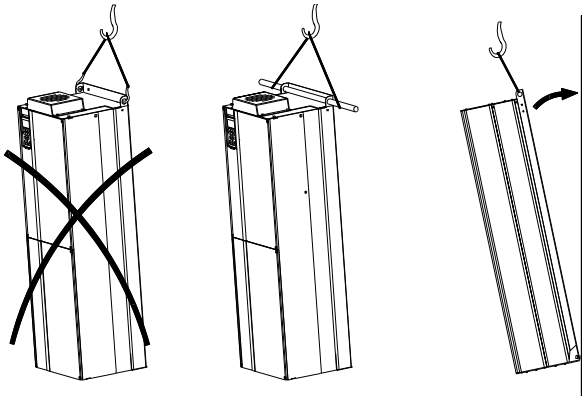

Fig. 1 Metodă de ridicare recomandată
1. Marcați găurile de montare pe podea. Vezi fig. 1 .